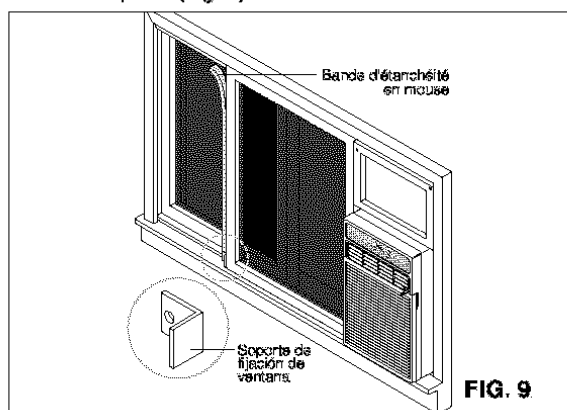

FIG. 9
**14** Si se trata de la instalación de una ventana de bisagras, proceda según la Instalación de ventana de bisagras. Colocar el burlete de espuma entre la banda vertical y el vidrio de la ventana. (Fig. 9)
**15** Fijar el soporte de bloqueo de la ventana con un tornillo de tipo B. (Fig. 9)